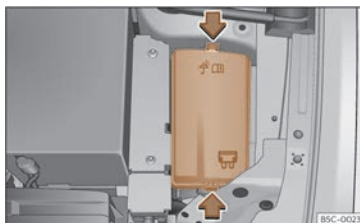

Fig. 52 No van motor: tapa da caixa de fusibles.
- Prema as pestanas de bloqueio para desbloquear a tapa da caixa de fusibles **fig. 52**.